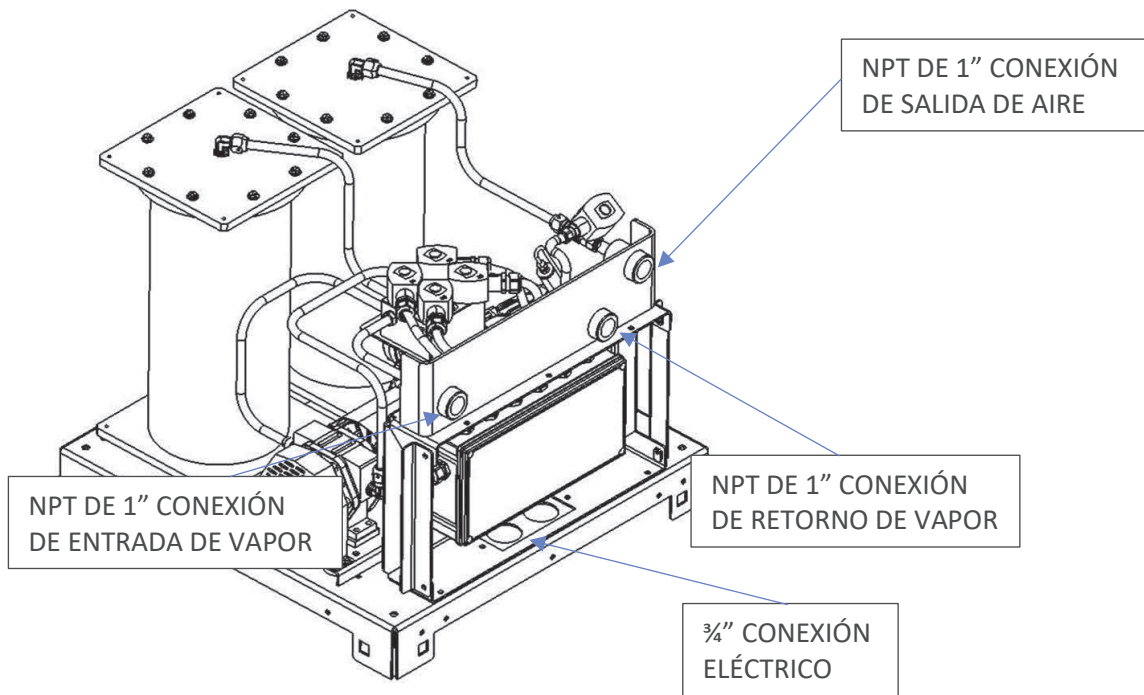

Figura 6-9: Diagrama de funcionamiento GREEN MACHINE
8. Durante el ciclo de purga de 60 segundos: **vea la Figura 6-9.**